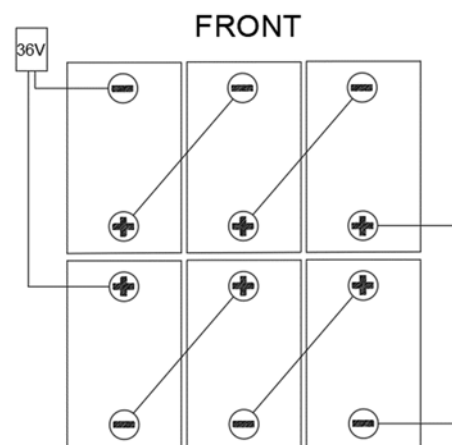

Figura 5
La macchina necessita di sei batterie da 6 V, collegate e installate nelle posizioni indicate in Figura 5.
La macchina è dotata di cavi adeguati per l'installazione di sei batterie da 6 V. Inserire le batterie con cura nello scomparto, quindi installarle correttamente come mostrato nella Figura 5. Sistemare la targhetta fissa della batteria correttamente.
8. Installare il cavo della batteria come mostrato in Figura 5, quindi serrare con cura il dado su ciascun terminale della batteria.